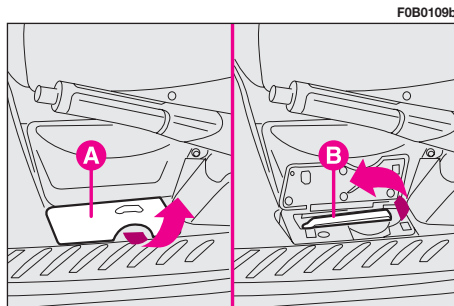

fig. 160
- soulever le couvercle de protection **A**-fig. 160 du levier situé à côté du siège conducteur;
- tirer la manette **B**-fig. 160 dans le sens de la flèche;